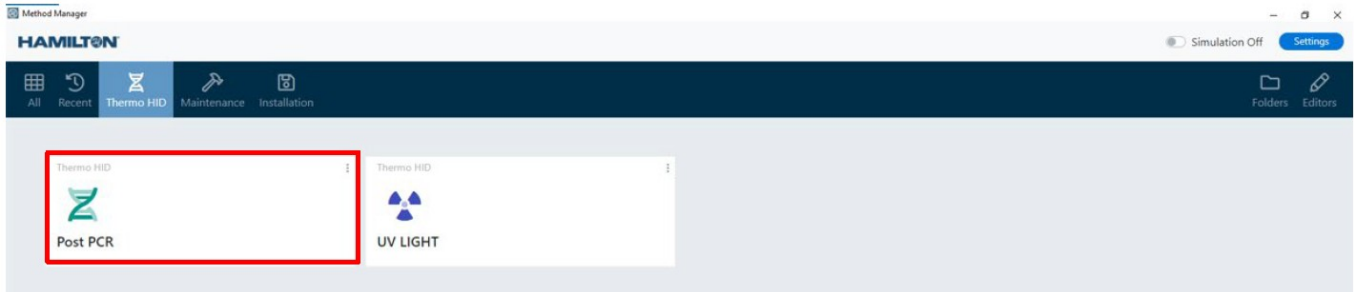

Figura 2. Menú Principal de la aplicación "Method Manager" Versión 4.4.2
7. Seguidamente se dará clic en "Post-PCR" para iniciar la preparación del equipo para procesar las muestras. (ver figura 2)